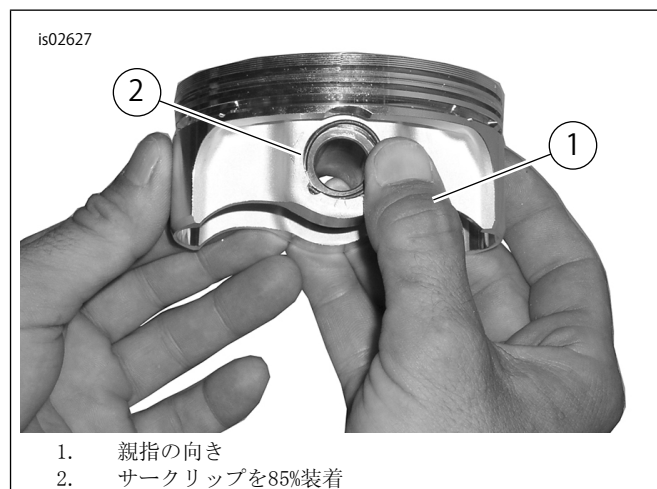

図4。サークリップの取り付け
- 「図4」を参照してください。図のとおり親指(1)の位置を合わせ、サークリップ(2)の85%が溝にはまるまでしっかり押し込みます。